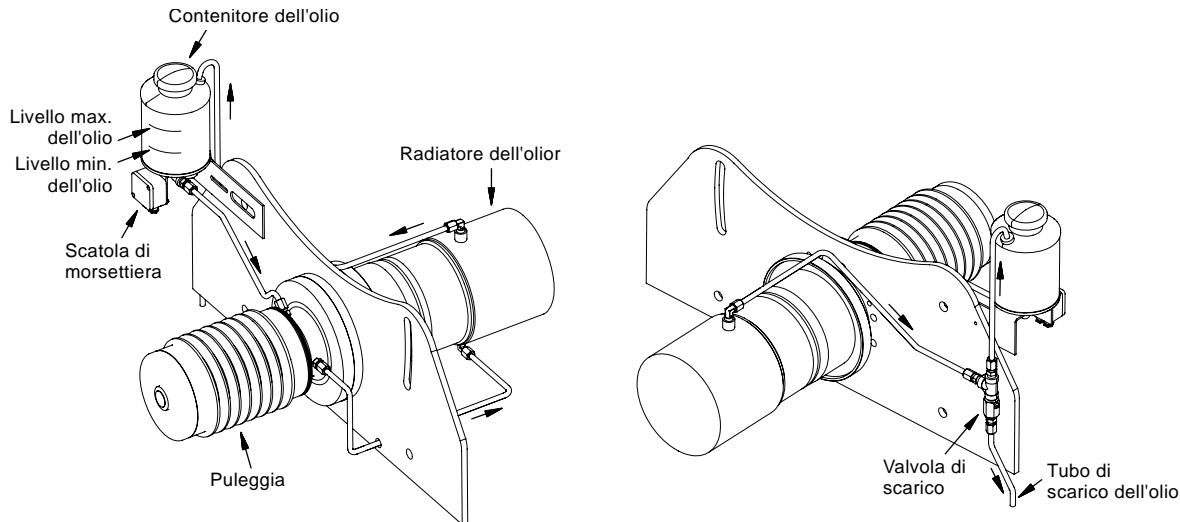

Fig. 19 Impianto di lubrificazione ad olio
Durante il funzionamento, deve essere presente un flusso continuo di olio da e verso il contenitore dell'olio. Controllare il flusso guardando nel contenitore, vedere la fig. 19.
2. Aprire la valvola di scarico, vedere la fig. 19. A questo punto, l'olio fuoriesce dal tubo di scarico dell'olio.
1. Controllare che la valvola di scarico sia chiusa vedere la fig. 19.